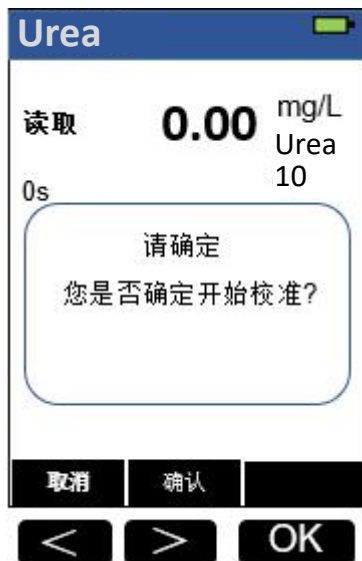

图 13: 高点校准
2、如果测量值不同于已知标准，请按下“校准/系统”按钮，然后选择高点校准按钮“校高点”进入校准屏幕，如图 13 所示。